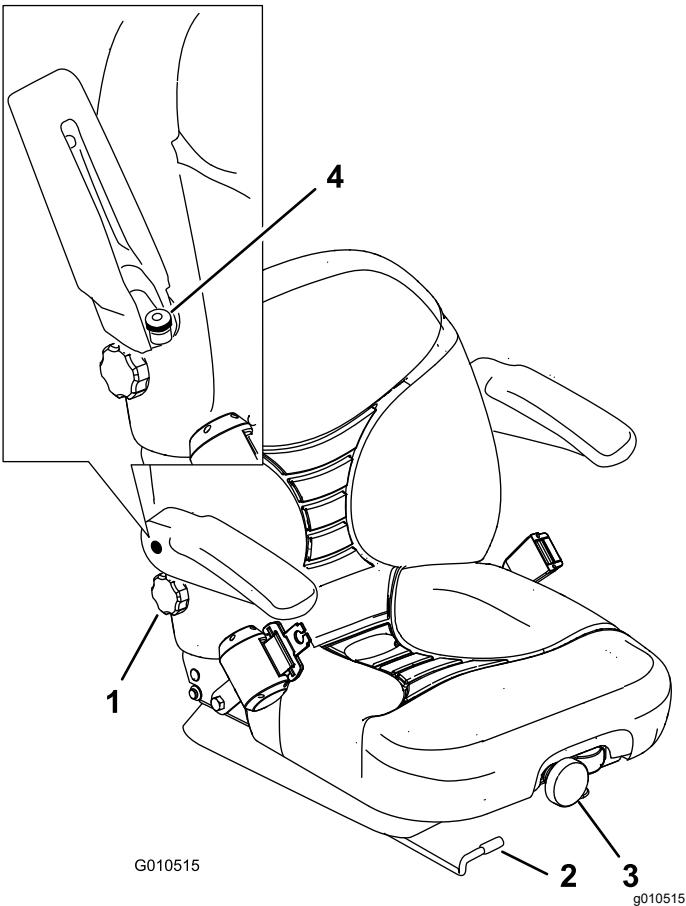

Bild 30
- Schieben Sie den Hebel zur Seite, um den Sitz zu entriegeln (Bild 30).
Drehen Sie das Handrad zum Verstellen an der Vorderseite solange, bis der gewünschte Komfort erreicht ist (Bild 30).
Drehen Sie zum Verstellen das Handrad unter der rechten Armlehne solange in eine Richtung, bis der gewünschte Komfort erreicht ist (Bild 30).
Heben Sie die Armlehne an und drehen Sie das Handrad in eine Richtung, bis der gewünschte Komfort erreicht ist (Bild 30).